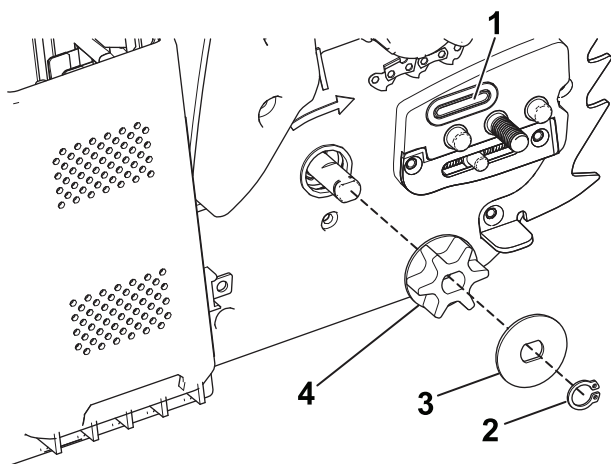

Figura 30
- Rimuovete la graffa, il distanziale e la ruota motrice dalla motosega (Figura 30).
- Controllate l'eventuale presenza di sporco nel passaggio dell'olio (Figura 30) e, se necessario, pulite l'area interessata.